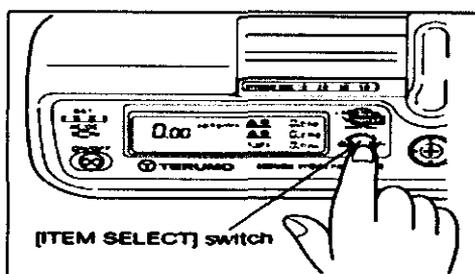

Fig. 37: [ITEM SELECT] switch: botón [SELECCIÓN ÍTEM]
- 3) Cada vez que pulse el botón [SELECCIÓN DE ÍTEM], Peso Corporal, masa de la droga y el volumen de la solución titila. (Fig. 37)